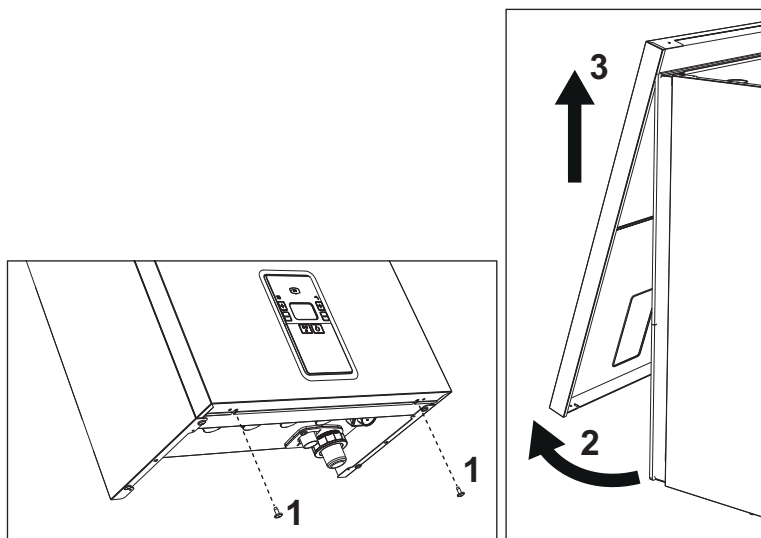

fig. 47- Deschiderea panoului frontal
1. Deșurubați șuruburile „1” (consultați fig. 47).